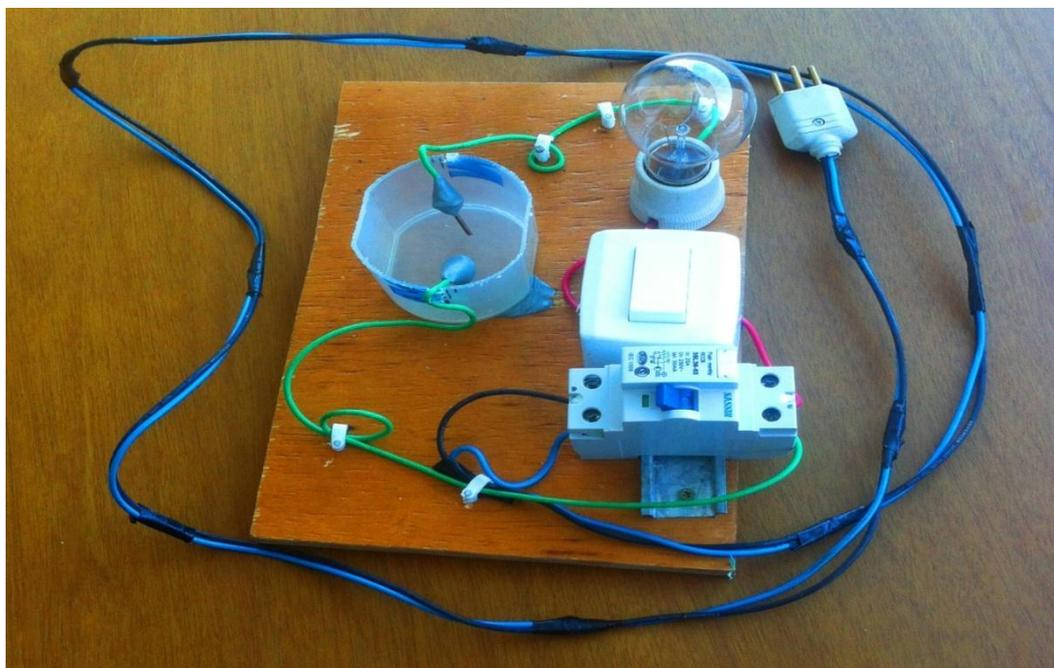
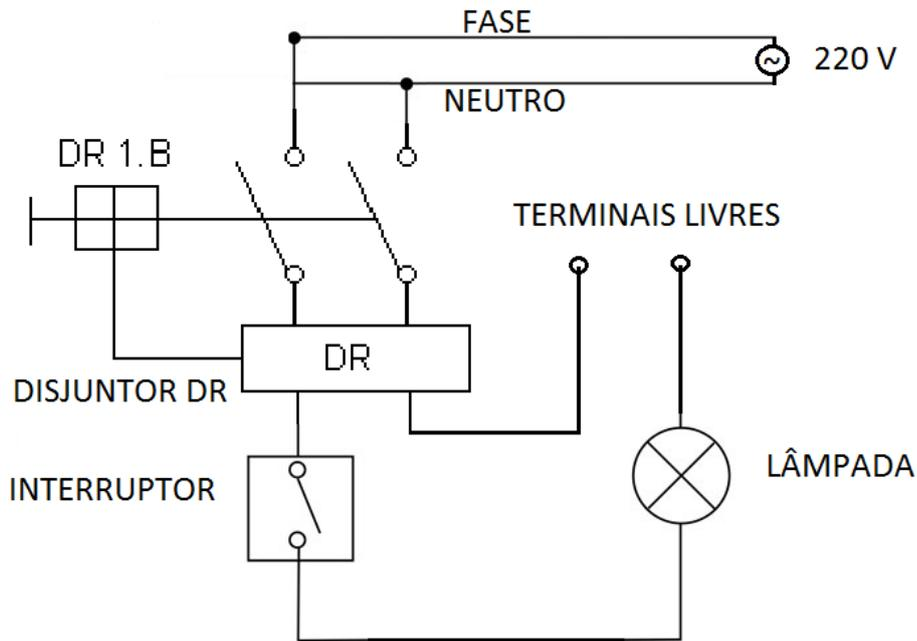

Figura 4 - - Modelo do sistema de ligação para verificação de condutores e isolantes – foto própria.
Figura 5 - - Circuito equivalente ligação para verificação de condutores e isolantes – imagem própria.
Montagem da tábua de análise dos materiais, onde será ligado um sistema com disjuntor diferencial residual (DR), para evitar possíveis acidentes com choque elétrico, em série com um interruptor simples para controle liga-desliga da corrente e também em série com uma lâmpada incandescente que permitirá, por meio do seu brilho, estabelecer de forma qualitativa, uma análise da condutividade ou resistividade do material a ser estudado. Este sistema em série com um sistema de fios conectados de modo a permitir a ligação de vários materiais em suas extremidades, conforme ilustrada na figura 4 e no diagrama esquemático da figura 5.
Na figura 4 e 5 é exibida a foto e o circuito equivalente do modelo da tábua utilizada para análise dos circuitos confeccionada com a ideia de implementação utilizando materiais reutilizados, sem a necessidade de compra, montado com os próprios alunos. O circuito da figura 5 permite analisar a condutividade dos materiais. Importante lembrar que por questão de segurança recomenda-se a utilização de um disjuntor diferencial residual (DR) como proteção de choques elétricos. As ligações deverão ser realizadas sempre pelo professor, com circuito desligado, utilizando como elementos para conexão entre os contatos elétricos os materiais propostos na ficha entregue aos alunos, que previamente deverão ser providenciados pelo professor para que a experiência aconteça adequadamente.
Para demonstração do efeito Joule, pode-se utilizar a montagem da figura 4 (modelo do sistema de ligação para verificação de condutores e isolantes), ligando, por exemplo, um pedaço de palha de aço ou uma salsicha entre os terminais, verificando desta forma que após algum tempo a temperatura da salsicha irá aumentar e começará o processo de cozimento do alimento, se for realizado um curto-circuito nos terminais da lâmpada, a salsicha será alimentada por tensão de aproximadamente 220 V e começará a aquecer-se mais rapidamente, mostrando que o aumento da tensão elétrica acarretará em um aumento da corrente elétrica sobre o equipamento e conseqüentemente um aumento da potência elétrica dissipada pelo alimento e sua carbonização.